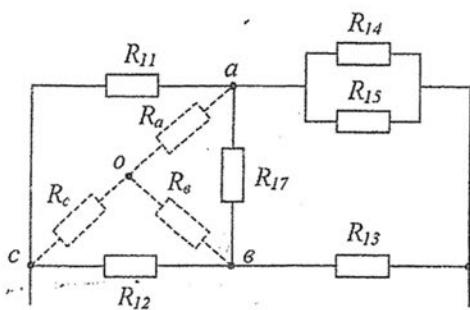

Рис. 1.3
Для участка схемы (рис. 1.3) преобразуем треугольник abc в эквивалентную звезду (11):
Определяем эквивалентное сопротивление R_a упрощенного участка схемы (рис. 1.3).